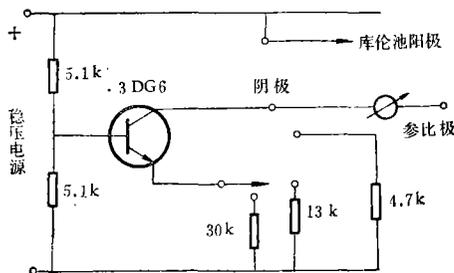

图3 CD-SO₂-1 量程扩展原理图
(1) 氟化氢浓度的测定,每隔半小时用采样器以500毫升/分速度采样20分钟,然后用氟试剂——硝酸镧显色,以600毫微米波长比色。
(2) 二氧化硫用CD-SO₂-1测定器连续测定,量程扩展到8毫克/米³,记录器为50毫伏,量程扩展方法,系将恒流源3DG6发射极的电阻减小。这样,阳极电流(即I₂的再生电流)增大,使流过阳极的电流从50微安改为100和200微安三种,并用波段开关控制(图3)。